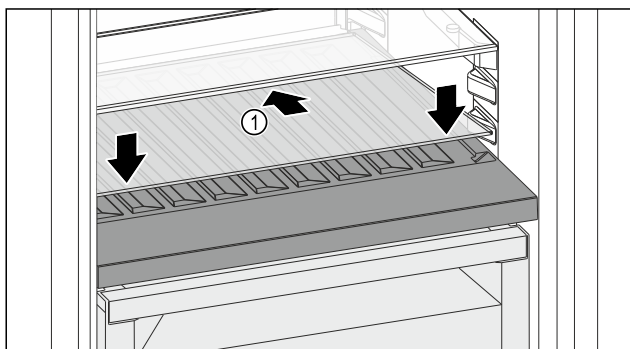

Fig. 141
- Glasplatte Fig. 141 (1) schräg und nach hinten unten geneigt ansetzen.
- Glasplatte Fig. 141 (1) vorne absenken.